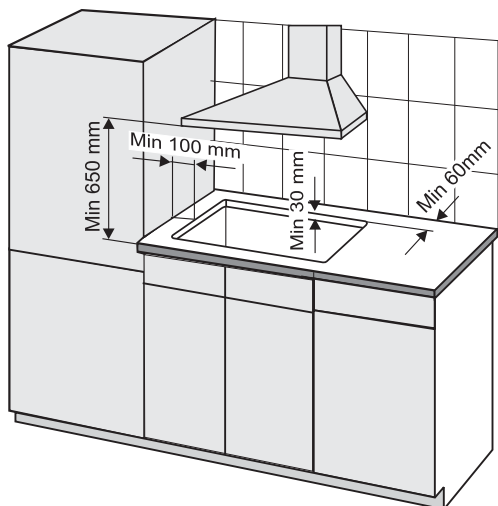

Fig. 2
- Esta placa pode ser instalada numa bancada que tenha, no mínimo, 30 mm de espessura (Fig. 2). A bancada tem de ser resistente ao calor.